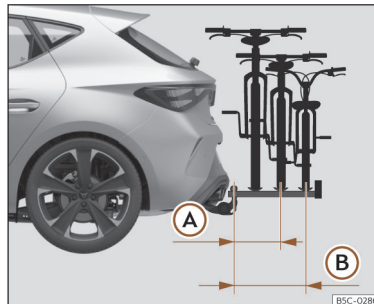

Fig. 207 Representação esquemática da saliência máxima da carga num porta-bicicletas para duas ou três bicicletas.
A saliência máxima não deverá exceder, no caso dos porta-bicicletas de duas bicicletas, os 500 mm desde o centro da cabeça esférica até ao centro da faixa do último suporte >>> **Fig. 207 (A).** No caso dos porta-bicicletas de três bicicletas, não se deverão exceder os 700 mm >>> **Fig. 207 (B).**